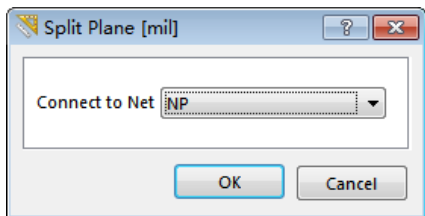

图 15-8 设置分割平面的连接网络
(4) 原先的平面层被矩形边界分割成两个平面层：矩形边界内的平面层和矩形边界外的平面层。双击矩形边界内的平面层，在弹出的对话框中将连接网络设为 NP，如图 15-8 所示。